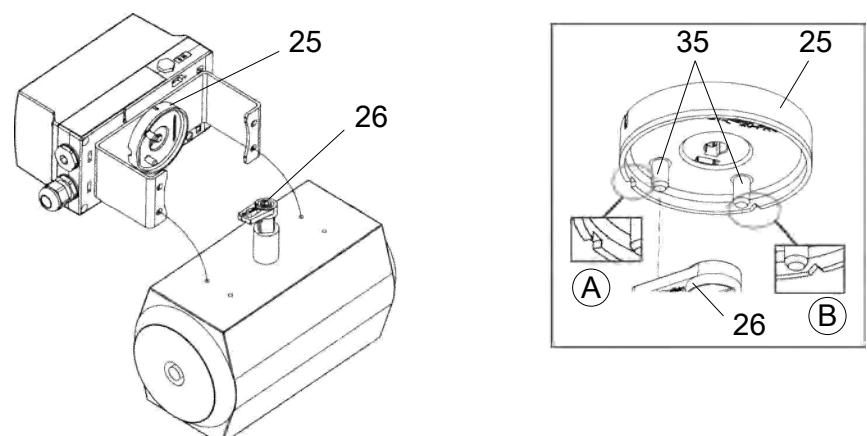

Abb. 21: Montage Stellungsregler am Antrieb
5. Abb. 21: Setzen Sie den Stellungsregler mit der Anbaukonsole vorsichtig auf den Antrieb. Dabei muss einer der beiden Stifte (35) des Kupplungsrads (25) in den Mitnehmer (26) greifen. Wenn Sie die Stifte (35) wie nachfolgend beschrieben verwenden, müssen Sie die Rutschkupplung nicht einstellen. Die Inbetriebnahme vereinfacht sich hierdurch. An jedem der beiden Stifte (35) ist eine Einkerbung, siehe folgende Grafiken. Verwenden Sie den Stift, an dem die Einkerbung in V-Form (B) ist, für Antriebe, die im Uhrzeigersinn schließen. Für Antriebe, die im Uhrzeigersinn öffnen, verwenden Sie den Stift, an dem die Einkerbung in rechteckiger Form (A) ist.